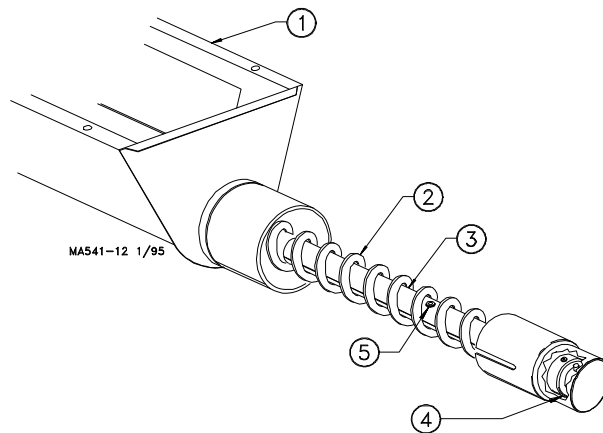

Figura 18. Instalación del anclaje y cojinete del Modelo 55
6. La Figura 18 muestra el armado correcto de los componentes de la bota Modelo 55. Insertar el tubo de anclaje en el sinfín hasta que éste toque el cojinete. Apretar el tornillo con punta plana en el centro del anclaje para que se expanda y agarre el sinfín. *Este tornillo debe estar apretado.*